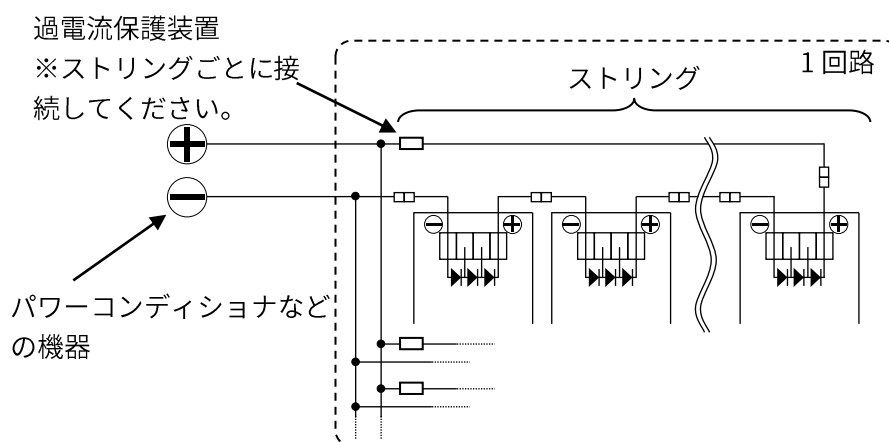

図 11. 3 本以上のストリングを並列接続する場合
② 3 本以上のストリングを並列接続する場合 (図 11) ;